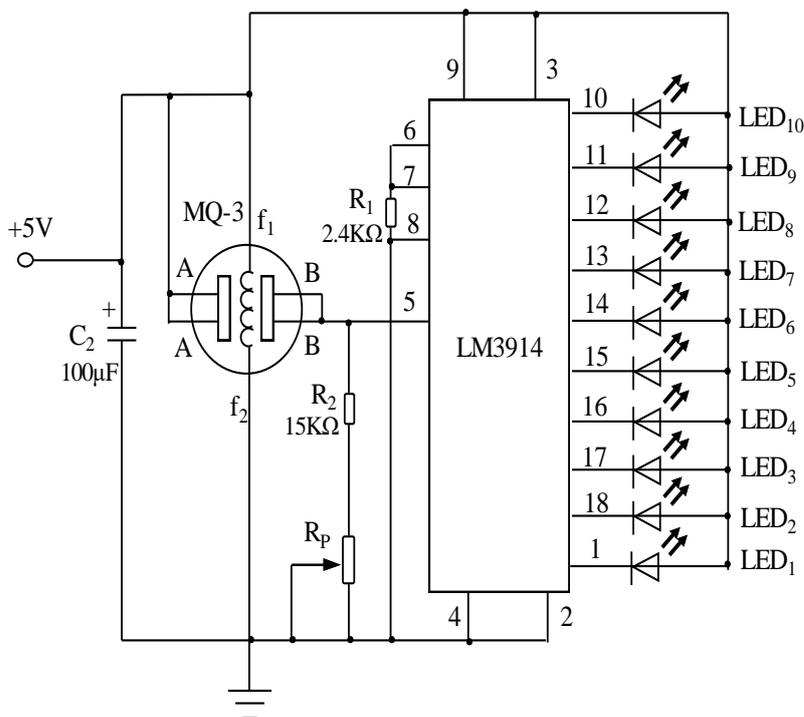

图 8-1 酒精浓度报警器电路图
**二工作原理**酒精浓度显示器电路如图 8-1 所示，它是采用 MQ-3 型酒精气体浓度传感器组成的酒精浓度探测电路将探测